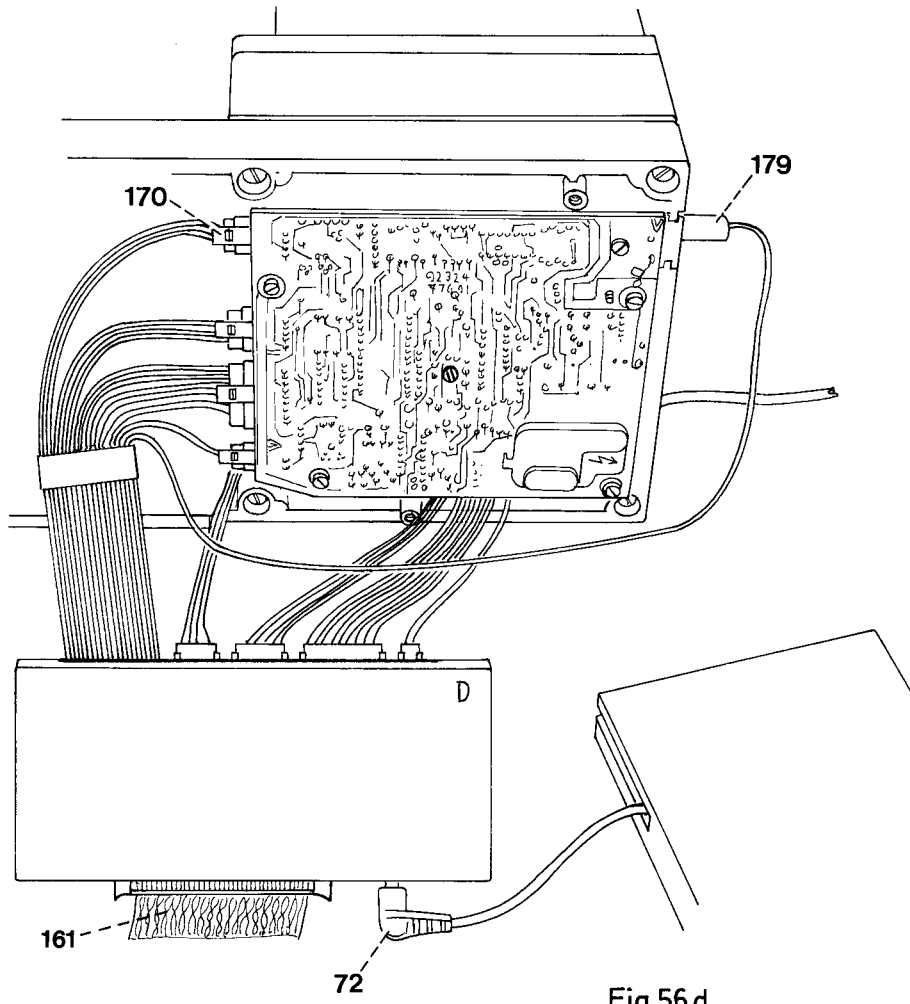

Fig. 56d
- Den Rundstecker 179 des Testbox-Breitbandkabels von der Leiterplatte abziehen (Fig. 56d).